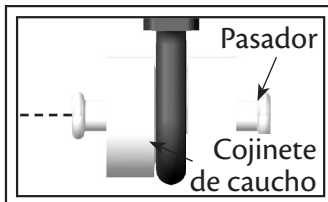

Fig. 7a
9. Asegúrese que el pasador esté centrado en el casquillo de caucho (vea la Fig. 7a).